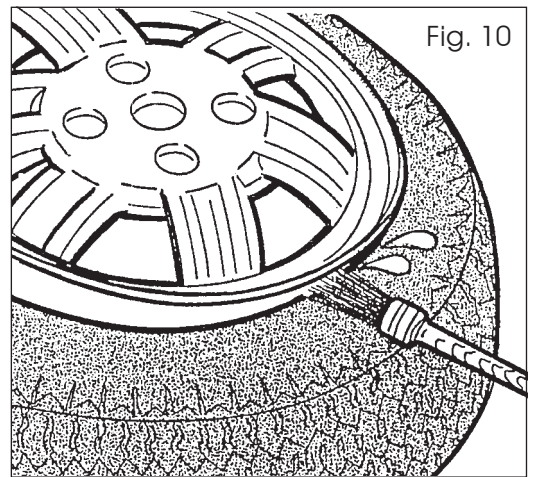

Fig. 10
- ❑ Graisser abondamment les deux talons sur toute leur circonférence, en utilisant de la graisse pour caoutchouc agréée par le fabricant du pneu, de façon à faciliter le montage/démontage et éviter d'endommager les talons (Fig. 10).